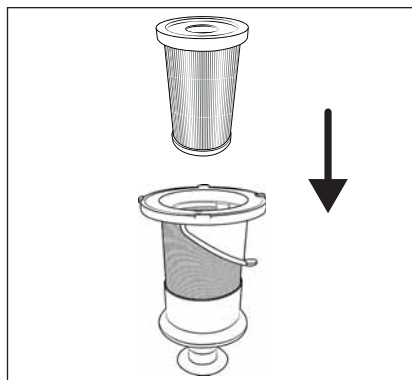

Fig. 24
- 7) Inserire il filtro EPA **5** nel filtro in acciaio inox **6** (vedere fig. 24).